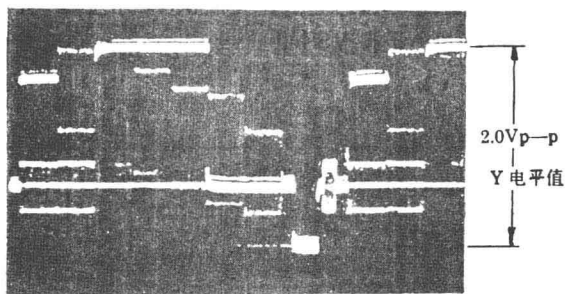

图 1 EE 电平
1. EE 电平调整: EE 信号是录象时的监测信号, EE 电平调整不当, 会使图象的亮度不正常, 色度也会发生变化。造成图象偏亮、偏暗或偏色。其调整方法是从 LINE IN 输入 PAL 彩条信号, 测试点 LINE OUT 接示波器 (示波器各钮位置: IN=AC, H=10 μ s/格, CH1=0.5V/格, MODE=AUTO, TRIG=EXT)。机器置 REC 状态, 带速 SP (以下调试项目, 未经注明, 各钮位置均与此相同)。调 VR302, 使 EE 信号的 Y 电平幅度为 $2.0 \pm 0.4V_{p-p}$ (接 75 Ω 负载时为 $1.0 \pm 0.2V_{p-p}$), 见图 1 所示。